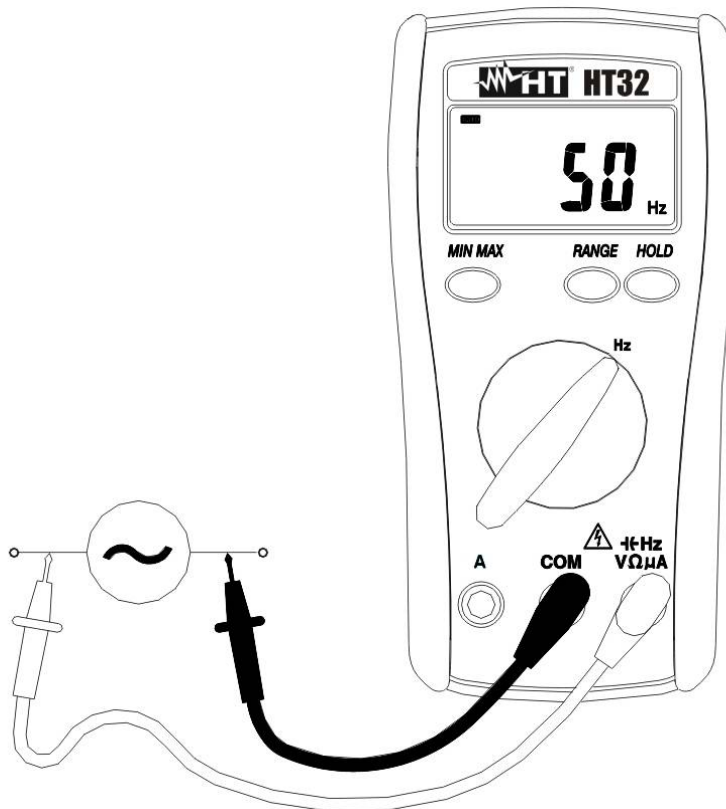

Abb. 5: Frequenzmessung
2. Verbinden Sie die Messleitungen wie folgt, die rote in die  $\rightarrow$ HzVΩμA Buchse und die schwarze in die **COM** Buchse (Abb. 5).